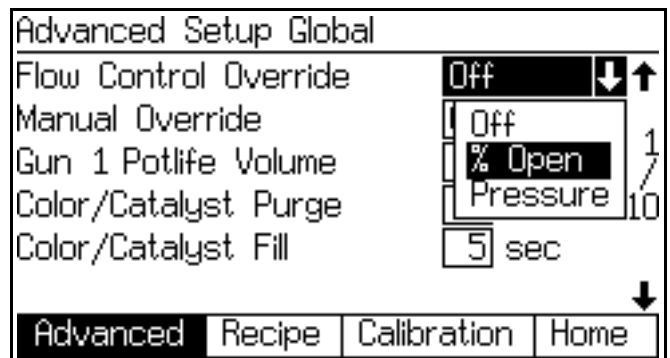
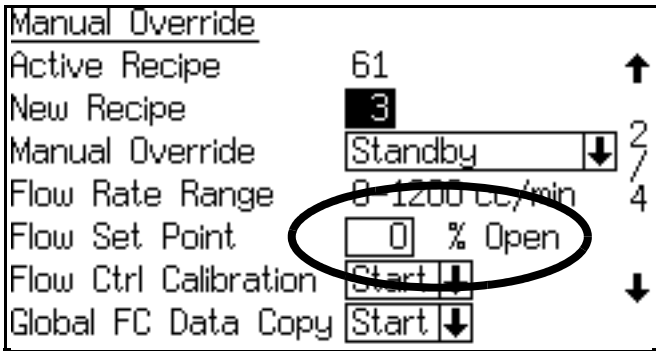

ABB. 92. Menü zur Übersteuerung der Durchflussregelung
ABB. 93. Soll-Durchflussrate als Prozentsatz
3. Stellen Sie die Übersteuerung der Durchflussregelung auf "% geöffnet". Siehe ABB. 92 und Tabelle 12. Im **Bildschirm zur manuellen Übersteuerung** wird das Feld "Soll-Durchflussrate" als Prozentsatz der Öffnung angegeben (siehe ABB. 93).